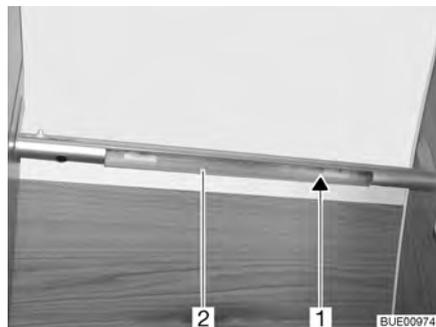

Fig. 212 Lámpara del aseo
- Comprimir ligeramente la tapa (Fig. 212,2) con ambas manos y tirarla hacia abajo. Al hacerlo, empezar siempre por el extremo de la izquierda o el extremo de la derecha.
- Extraer la bombilla halógena (Fig. 212,1).